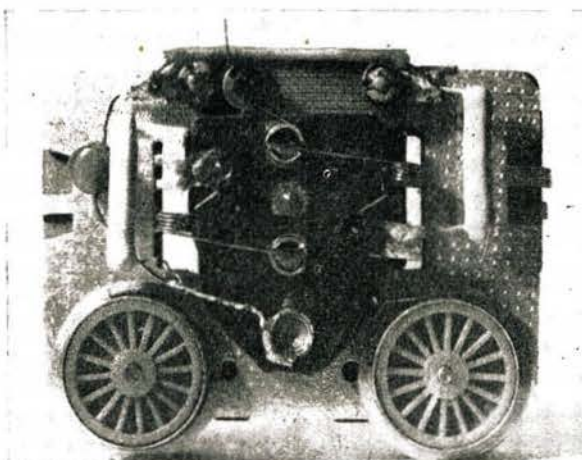

Bild 8 Piko-Ellok E 46 (Treibradsatz) breitbandfunkentstört.
3. Unter die beiden oben gelegenen Halteschrauben des Lagerschildes sind geschlitzte Lötösen unterzuschieben (s. Bild 8). Vorsicht! — Nicht beide Schrauben gleichzeitig lösen.
5. Rechte Drossel nach Bild 8 einbauen.
9. Durch die Umpolung der Bürstenhalter führt die über den oberen Bürstenhalter geschobene Feder (Stromzuführung zur Beleuchtung und zum Oberleitungsstromabnehmer) falsches Potential. Dieser Federring ist von der Hülse des oberen Bürstenhalters abzuziehen und unter die links davon befindliche Klemmschraube der linken Lötöse an der Bürstenträgerplatte (Anschlußpunkt der linken Drossel) unterzuklemmen. Hierdurch erhalten die Laternen der Lokomotive wieder Strom, und bei Oberleitungsbetrieb wird ein Kurzschluß vermieden. Dieser Umbau ist im Bild 8 noch nicht ausgeführt!